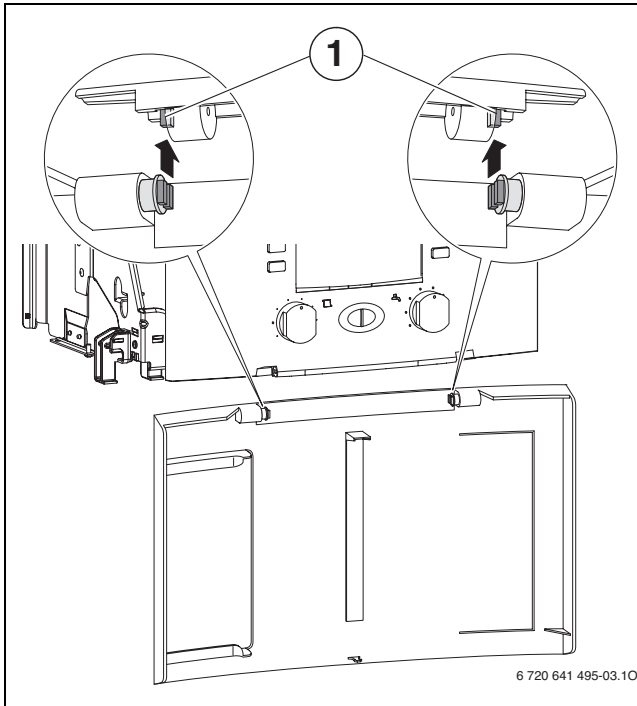

Рис. 11
- ▶ Перевірити напрямок демпфера (1) (→ рис. 11).